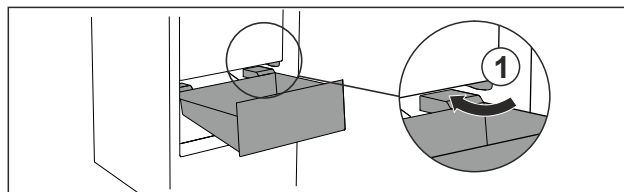

Fig. 92
- ▶ Ghidați sertarul oblic în jurul opritorului Fig. 92 (1).